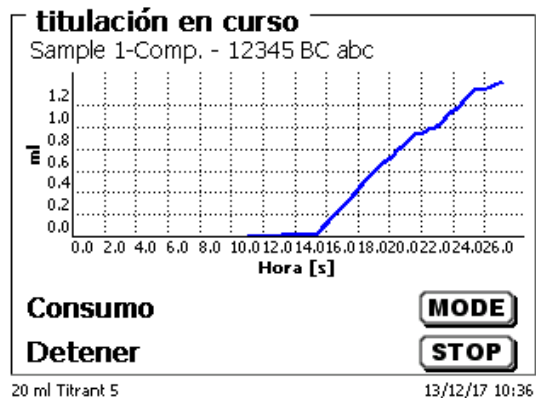

Fig. 71
- la curva de titulación en ml/tiempo [s] (Fig. 71).